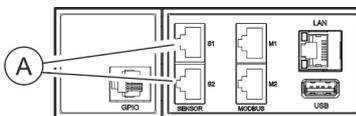

Abb. 25: Sensor-Anschluss S1/S2
- Stecker vom Sensor in den Anschluss S1 oder S2 an der PDU einstecken (Abb. 25/Ⓐ).